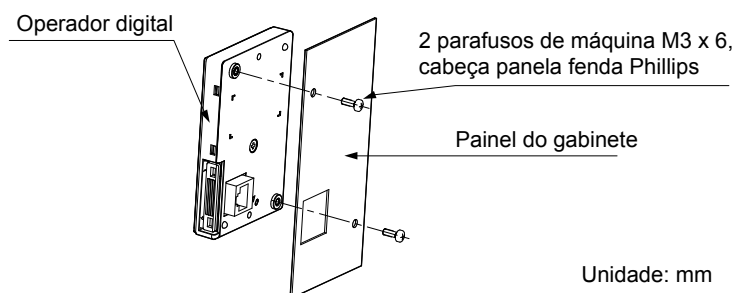

Figura 2.9 Instalação da montagem na superfície/externa
2. Posicione o operador digital de modo que o monitor fique voltado para fora, e o monte no painel do gabinete como mostrado em Figura 2.9.